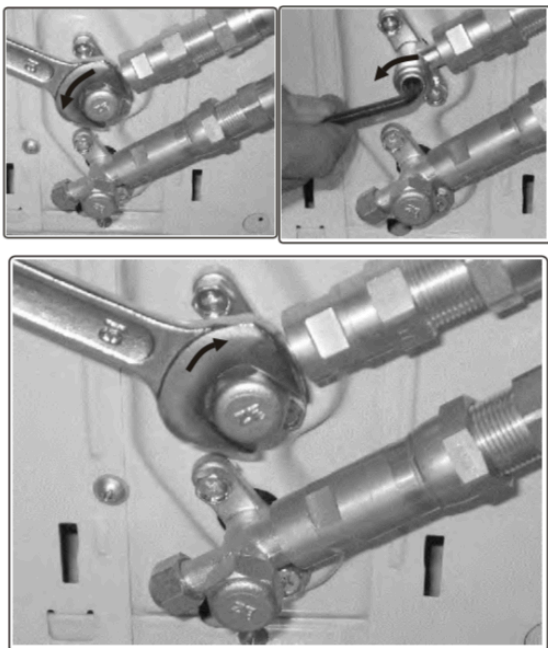

Fig.6.5
- Retirez maintenant le couvercle de la vanne supérieure à l'aide d'une clé plate de 19 mm. Ouvrez la vanne en la tournant dans le sens inverse des aiguilles d'une montre jusqu'à la butée à l'aide d'une clé Allen de 5 mm. La vanne est maintenant ouverte. Si la vanne n'est pas complètement ouverte, le système risque de ne pas fonctionner correctement et de subir des dommages. Revissez le couvercle sur la valve supérieure et serrez bien le couvercle pour vous assurer qu'il est bien scellé. Voir Fig.6.5.